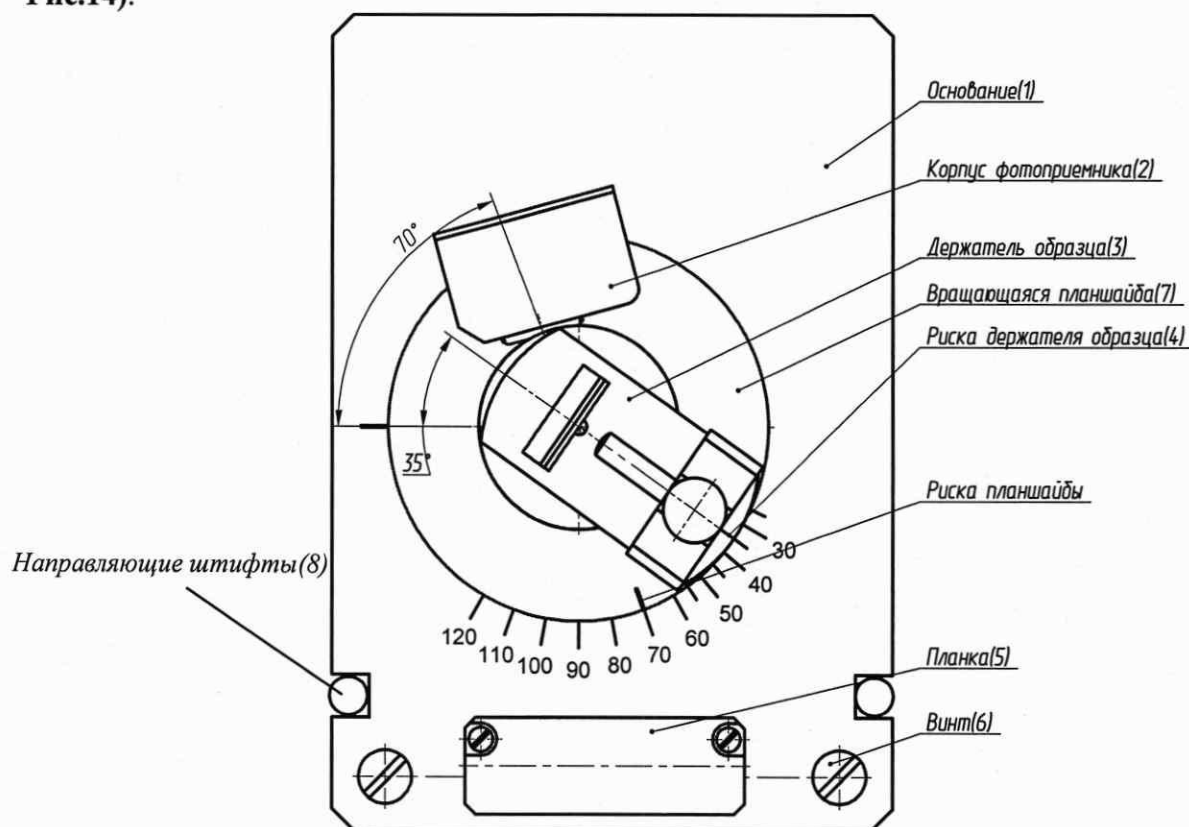

Рис. 14 Установка держателя для проведения измерения коэффициентов отражения (1)
9.7.3 Установить держатель для проведения измерения коэффициентов отражения по направляющим штифтам 8, придерживая его за корпус фотоприемника 2 и за планку 5 (см. Рис.14).
9.7.7 Путем разворота корпуса фотоприемника 2 (см. Рис.14) в соответствии с выбранной геометрией освещения образца совместить риску планшайбы 7 с определенным значением шкалы основания 1 в диапазоне 50...120 градусов (суммарный угол падающего и отраженного излучения от образца).
Для примера на Рис.14 показано размещение образца с углом падения излучения 35 градусов, соответственно – риска планшайбы 7 совмещена со значением шкалы основания 1 70 градусов.